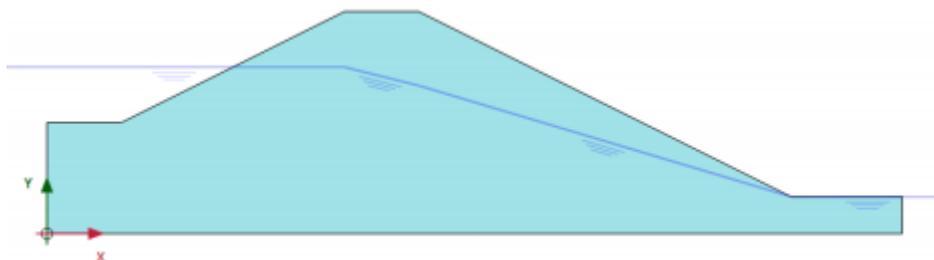

图 4 分步施工模式中的模型
- 单击分步施工模式定义计算阶段。根据表 1，程序自动生成一个全局水位分步施工模式下的模型如图 4 所示。